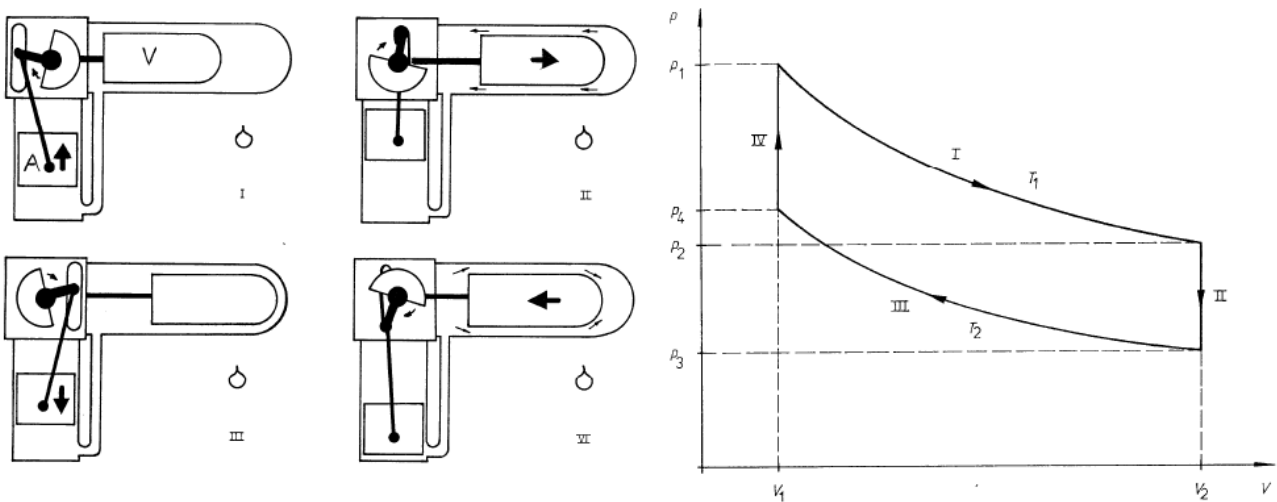

Figura 2. Principio del funcionamiento del motor Stirling
En la figura 2 se explica el principio de funcionamiento del motor Stirling. Los pistones principal y de desplazamiento están montados en una configuración tipo V de 90 °. El pistón principal (A) está hecho de metal y encaja exactamente en el tubo de vidrio. El pistón de desplazamiento de vidrio (V) también proporciona la función de regenerador que es importante para el funcionamiento del motor Stirling. Éste enfría el gas caliente que fluye a través de él, almacena su energía y pasa esta energía en el gas frío de retorno.